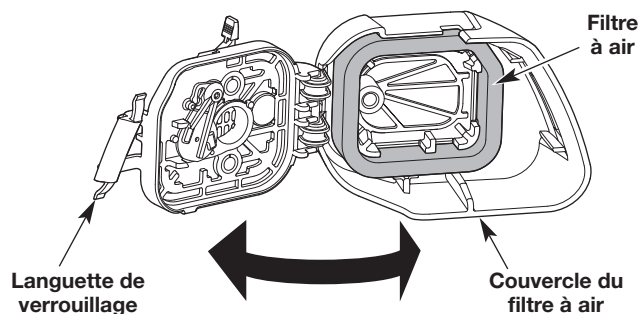

Fig. 18
1. Pour ouvrir le couvercle du filtre à air: appuyez sur la languette de verrouillage et pivotez le couvercle du filtre à air vers la droite (Fig. 18).
2. Retirez le filtre à air de l'intérieur du couvercle du filtre à air (Fig. 18).
6. Remettez le filtre à air en place à l'intérieur du couvercle du filtre à air (Fig. 18).
7. Pour fermer le couvercle du filtre à air : pivotez le couvercle du filtre à air vers la gauche et appuyez dessus en position fermée jusqu'à ce que la languette de verrouillage s'enclenche en place (Fig. 18).